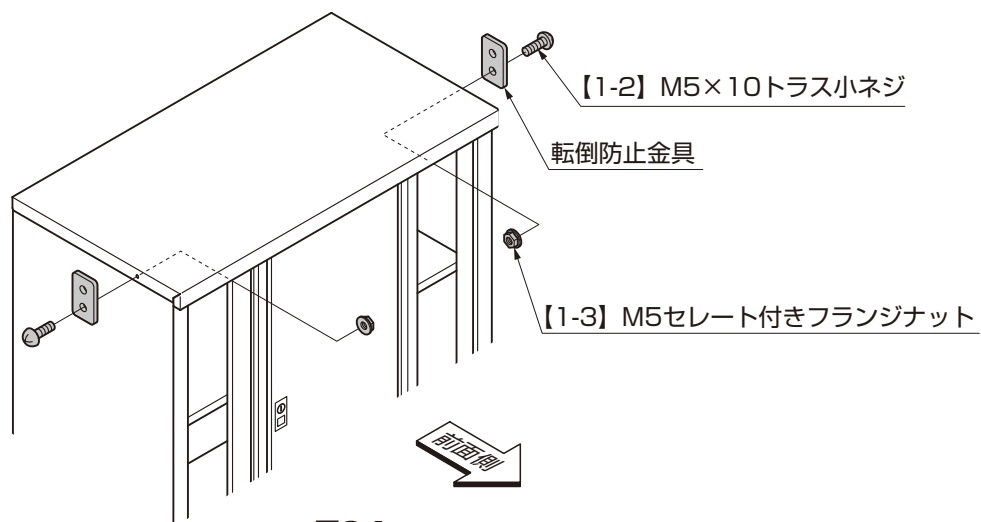

図3-1
- ① 転倒防止金具を、天板を取付けた【1-2】、【1-3】で取付けてください。(図3-1参照)